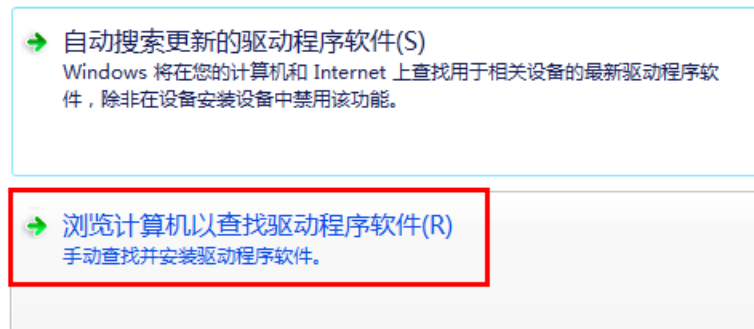

图 6
1、打开主机后盖，将卡插到PCI-E插槽上，然后右击我的电脑，点击属性，通过查看系统类型查看电脑的操作系统是32为还是64位；打开设备管理器，会看到PCI设备上有个感叹号，然后右击，弹出更新驱动程序软件，选择对应的驱动程序如图4，如图5，如图6，如图7，如图8，如图9所示